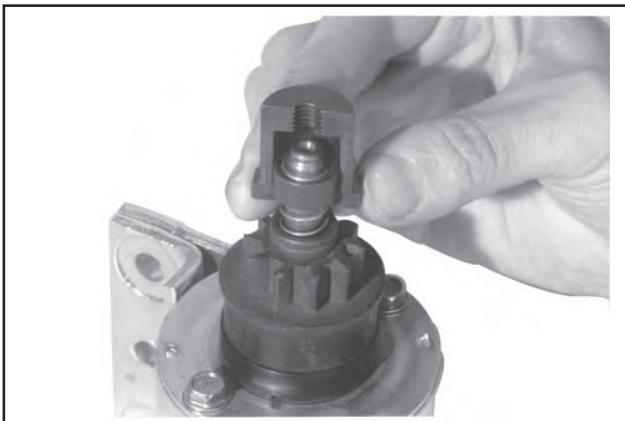

Abbildung 8-38. Montage der größeren Innenhälfte um den Federhalterring.
5. Die inneren Hälften montieren, wobei sich die größere Aussparung um den Federhalterring befindet. Siehe Abbildung 8-38. Den Teller über die Hälften rutschen lassen und die mittlere Schraube anziehen, bis Widerstand spürbar wird.